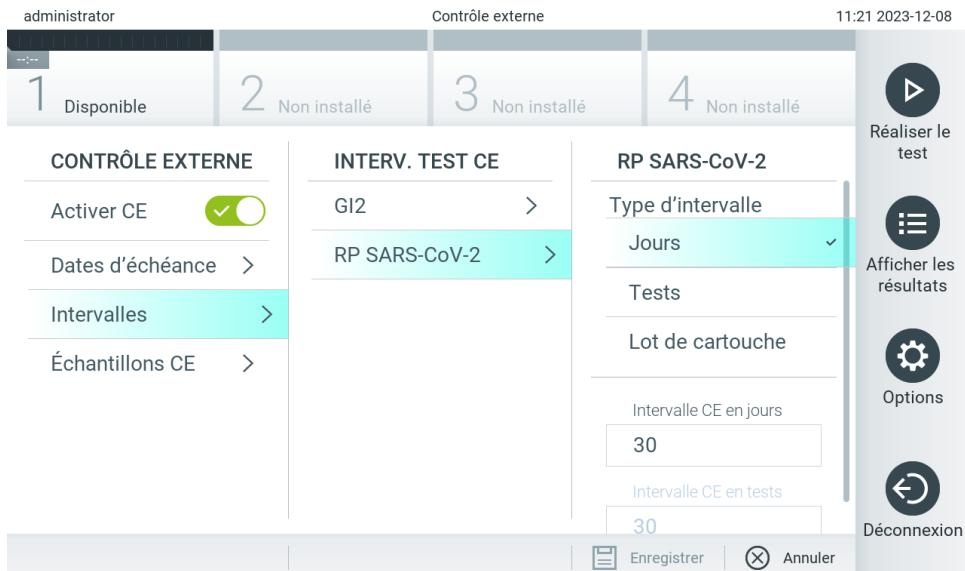

Figure 78. Écran External Control Intervals (Intervalles de contrôle externe).
5. Sélectionnez **EC Samples** (Échantillons CE) pour ajouter ou modifier les échantillons utilisés dans un test de contrôle externe. Pour ajouter un nouvel échantillon CE, appuyez sur **Add new Sample** (Ajouter un nouvel échantillon), puis poursuivez la configuration dans la colonne de droite (figure 78). Pour modifier un échantillon CE, sélectionnez un échantillon existant dans la colonne du milieu et poursuivez la configuration dans la colonne de droite.